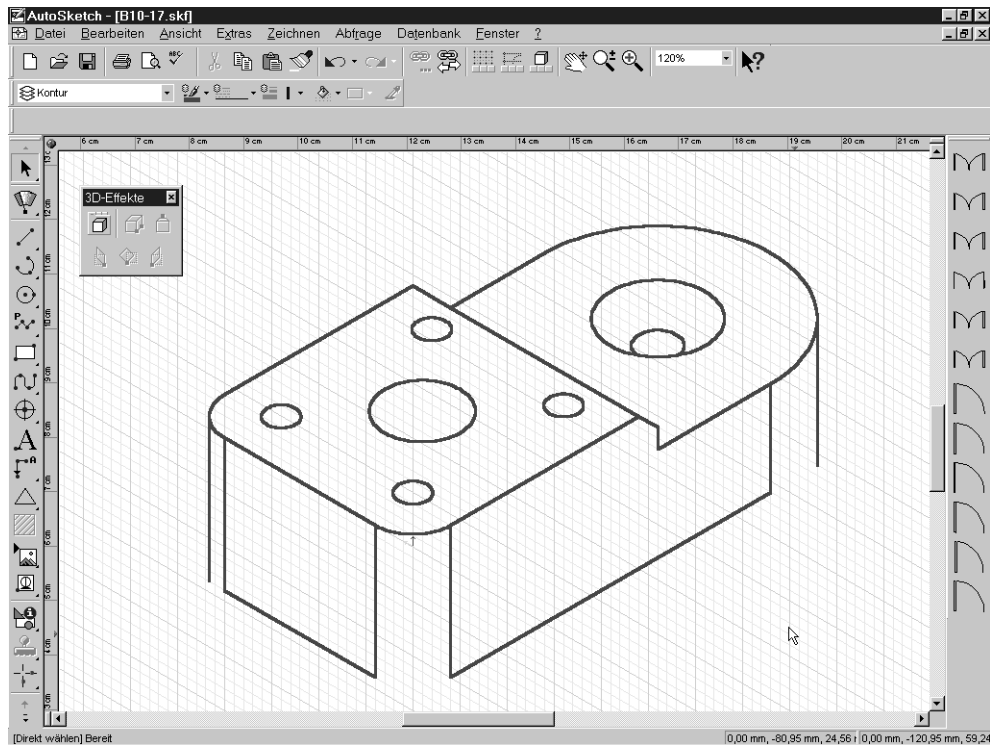

Abbildung 10.17: Korrektur der Ansichten
- Das Ergebnis sollte wie in Abbildung 10.17 aussehen.